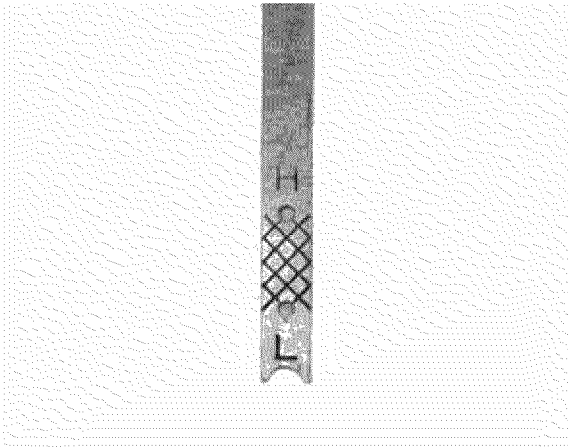

Figura 27 – Control del nivel de aceite
- Nivel de aceite aceptable: se puede ver el aceite sobre las rayas que hay entre las líneas H (alto) y L (bajo) del tapón de llenado/la varilla de medición del aceite (ver Figura 27).
- Nivel de aceite bajo: el aceite está por debajo de la línea L (bajo) del tapón de llenado/la varilla de medición del aceite) (ver Figura 27).